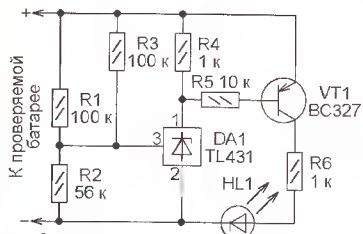

Рис. 1
**Контроль напряжения аккумулятора** (рис. 1 <<http://www.modelomania.gr/images/stories/Endiktis%20taseos%204.8v/4V8%20indicator%20%28%29.jpg>>). Это устройство предназначено для предполётной проверки напряжения аккумуляторной батареи (её тип в первоисточнике не сообщается), питающей аппаратуру радиоуправляемой модели самолёта. С указанными на схеме номиналах элементов при соединении устройства с батареей светодиод HL1 включается, если её напряжение